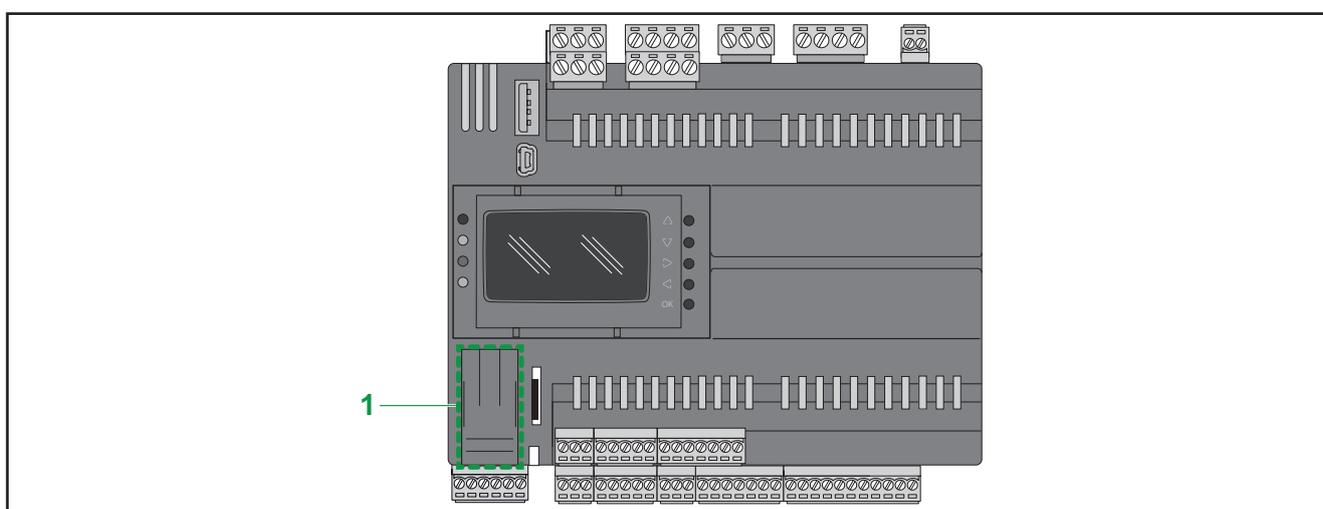

Fig. 50. EWCM 9000 PRO (HF): Sportello di servizio per batteria
I controllori per centrali compressore CO2 **EWCM 9000 PRO (HF)** sono muniti di uno sportellino rimovibile (vedere 1 in **Fig. 50 a pag. 75**) ubicato sul lato inferiore sinistro del frontale. Dietro lo sportellino di servizio è presente un vano batteria e un connettore maschio a 5 poli (riservato). Per sostituire la batteria interna, contattare il reparto supporto tecnico Eliwell.